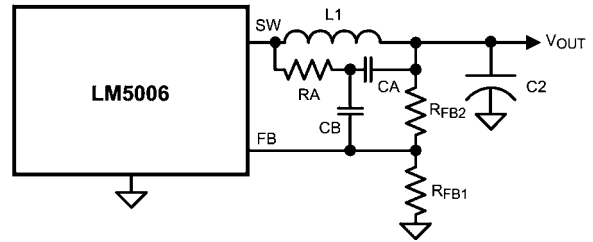

FIGURE 8. Minimum Output Ripple Using Ripple Injection
b) リップルを最小化する構成: アプリケーションがさらに低いリップル電圧 (< 10mV p-p) を必要としている場合は、Figure 8 の回路を使用できます。R3 が取り除かれているため、出力リップル電圧はインダクタのリップル電流と C2 の特性で決まります。RA と CA は、その接続部分で鋸歯状波を発生するように選択し、この電圧を CB を介して FB ピンに AC 結合させます。RA、CA、CB の値は、次の手順によって決定します。